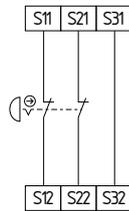

Fig. 14
**Circuito de paro de emergencia de dos canales con pulsadores según DIN EN ISO 13850 (EN 418) y EN 60947-5-5 (véase fig. 14)**